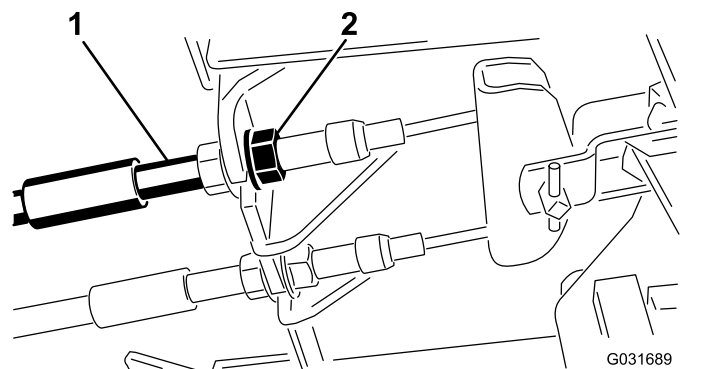

Bild 89
1. Ziehen Sie zum Reduzieren des Spiels der Bremspedale die Bremsen fester – lockern Sie dazu die vordere Mutter am Gewindeende des Bremszugs (**Bild 89**).